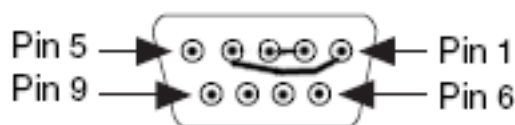

Рисунок 3.2. Включение режима loopback порта RS485 на ОМ Салют-ЭЛ24Д1 r1.3, r1.4, r1.5
- для модулей Салют-ЭЛ24Д1 r1.3, r1.4, r1.5 — розетка XS6, см. рисунок 3.2;